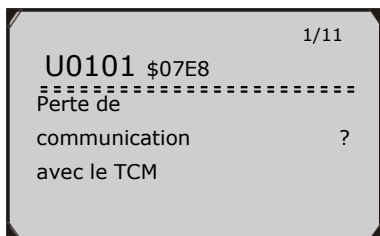

Figure 5.41
- 1) Répétez les étapes de la section **Lecture des codes** pour identifier les DTC. (Figure 5.41)